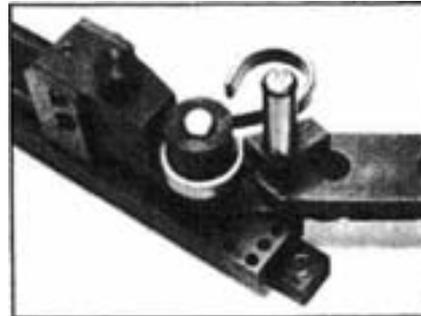

Figure 9
5. En laissant la poignée dans la position la plus à gauche, déplacez le matériau pour que la première boucle soit du côté angulaire du mors de l'étau et que le bord de la pièce soit de niveau avec le bord du disque comme indiqué à la Figure 9.